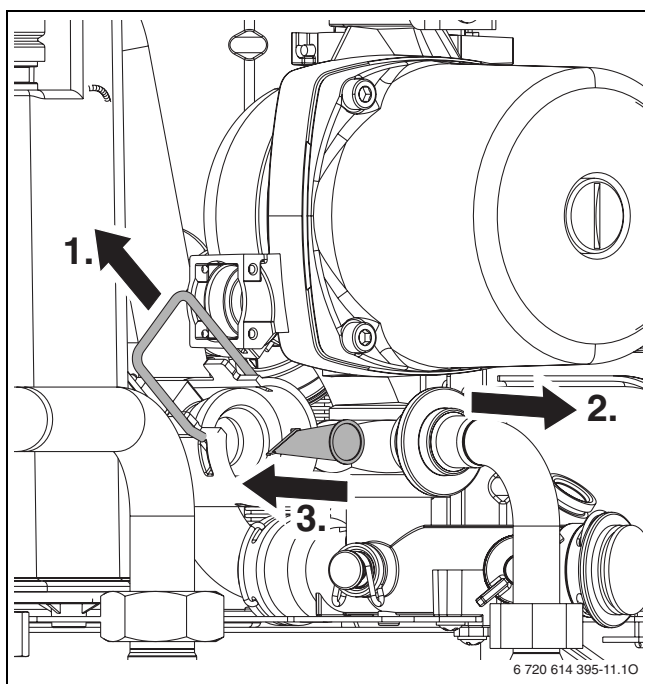

Fig. 47
- ▶ Verificare la presenza di eventuali impurità sul filtro d'ingresso (→ fig. 47).